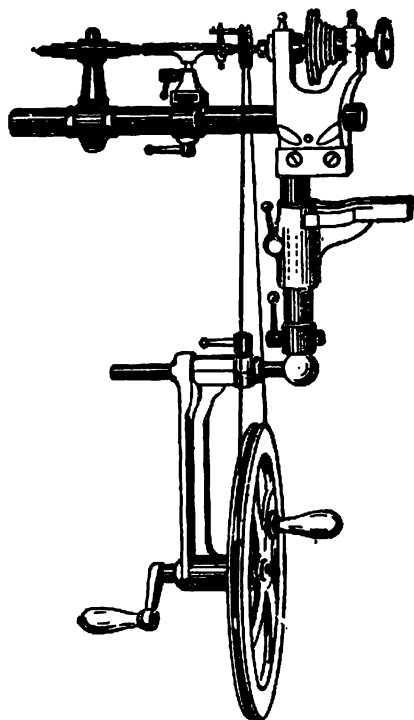

Рис. 29. Универсальный станок с ручным маховиком
**Маховики** бывают ручные, прикрепленные к верстаку, и ножные, стоящие на полу. На рис. 29 изображены маховик, токарный станок и центр с ролькой для работы с хомутиком. Преимущество
Кроме основных токарных работ, производимых резцом, на станке можно производить другие работы. Станок (рис. 29) снабжен в большом количестве разного диаметра цапгами, фрезами, патронами и многими приспособлениями, позволяющими производить комбинированные работы: нарезание колес, сверление, затачивание цапф, определение центра, шлифование, полирование и укорачивание винтов, вытачивание оправ для камней и т. п.